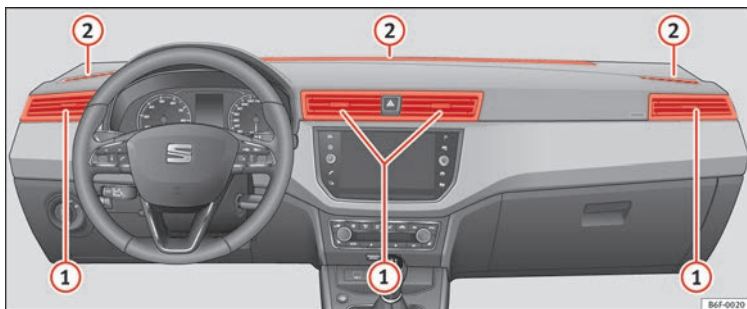

Abb. 171 Luftaustrittsdüsen.
Damit eine ausreichende Heizleistung, Kühlung und Luftzufuhr im Fahrzeuginnenraum erreicht wird, sollten die Luftaustrittsdüsen »» Abb. 171 ① geöffnet bleiben.